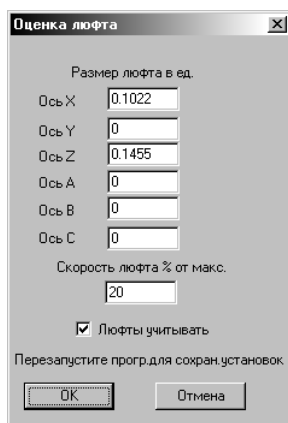

Рис. 31. Окно Люфты.
7. Зайти в меню **Конфигурации – Люфты** (Рис. 31). В полях напротив каждой координатной оси необходимо ввести величины зазоров винтовых пар. Способ измерения зазоров подробно описан в **Главе 1**. Кроме того, величины зазоров по всем координатным осям, измеренные производителем после сборки и первичной обкатки станка, указаны в паспорте. Рекомендуемое значение **Скорость компенсации люфта** изменять не следует.